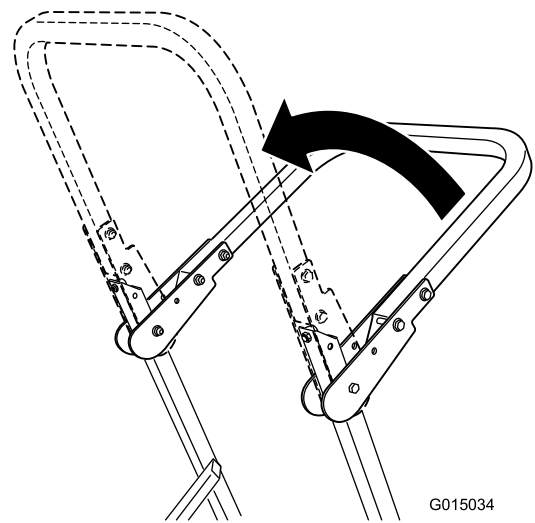

Bild 9
2. Stellen Sie den Überrollbügel in die aufrechte Position (Bild 9).